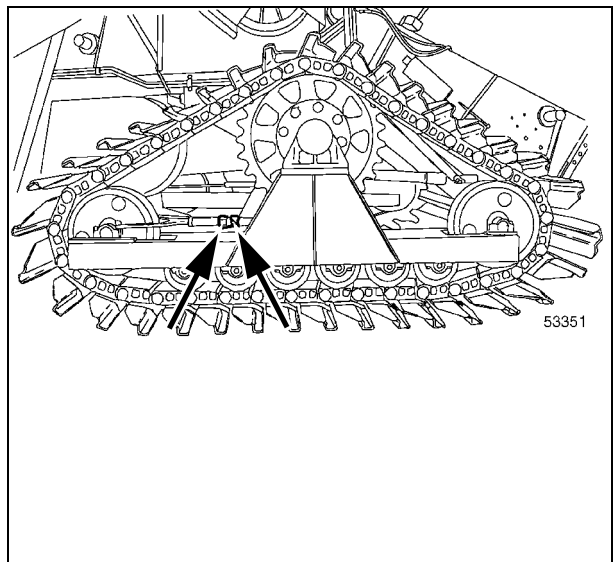

Рис. 46
- 1.) отпустите четыре гайки (10), которые крепят холостой ролик (11) к раме гусеницы;
- 2.) ослабьте захват (12);
- 3.) поверните натяжное устройство (13) таким образом, чтобы получить натяжение, указанное выше;
- 4.) затяните гайки (10), крепящие холостой ролик (11);
- 5.) законтрите захват (12);
- 6.) Заправьте смазкой MF Grease EP две масленки, изображенные на Рис. 46. Повторить эту операцию на противоположной стороне.